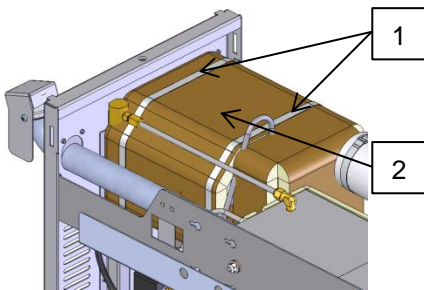

Abb. 1: Isolation bei 250T3 entfernen
4. Befestigungsbänder (Kennzeichen 1 → Abb. 1) und Isolation (Kennzeichen 2 → Abb. 1) entfernen.